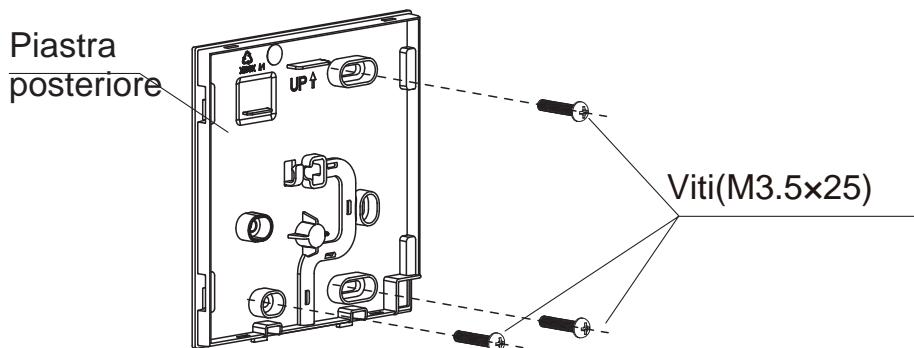

Fig 3-3
- Per il montaggio a vista, fissare la piastra posteriore alla parete con le 3 viti (M3,5x25) e le spine.(Fig.3-3)